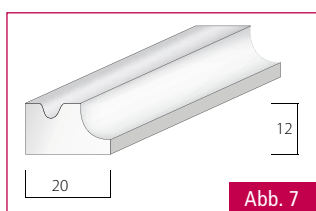

Abb. 7
5. Profil in den Hohlkehlstreifen fräsen (**Abb. 7**).